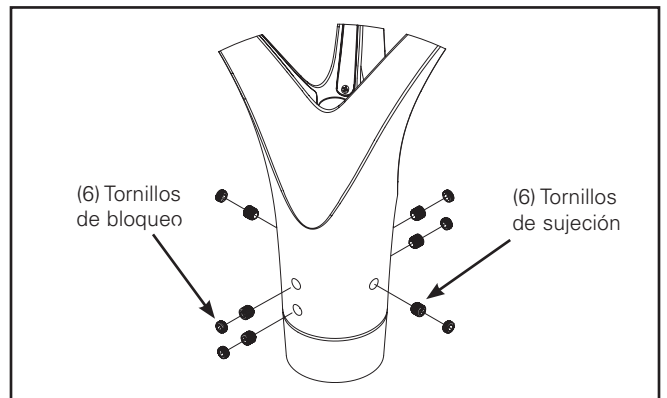

Figura 4.
6. Instale seis tornillos de sujeción de 3/8-24 x 0.375" y ajústelos hasta 160 in-lb. (Figura 4.)
7. Instale seis tornillos de bloqueo de 3/8-24 x 0.1875" y ajústelos hasta 160 in-lb. (Figura 4.)